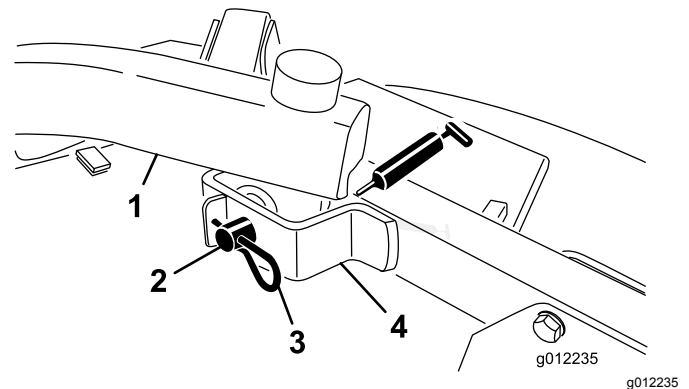

Figura 20
- Articulações do braço de elevação frontal (Figura 20)